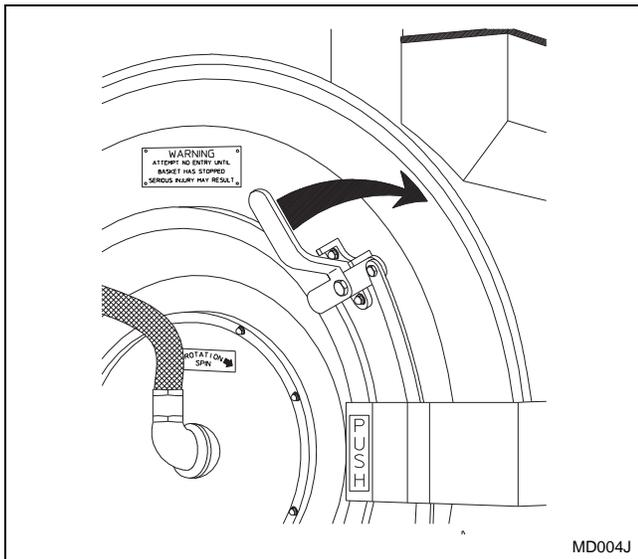

Figura 19
3. Use la mano derecha para girar el asidero de la puerta en el sentido de las agujas del reloj, y tire de la puerta hacia la izquierda para abrirla. Consulte la *Figura 19*.